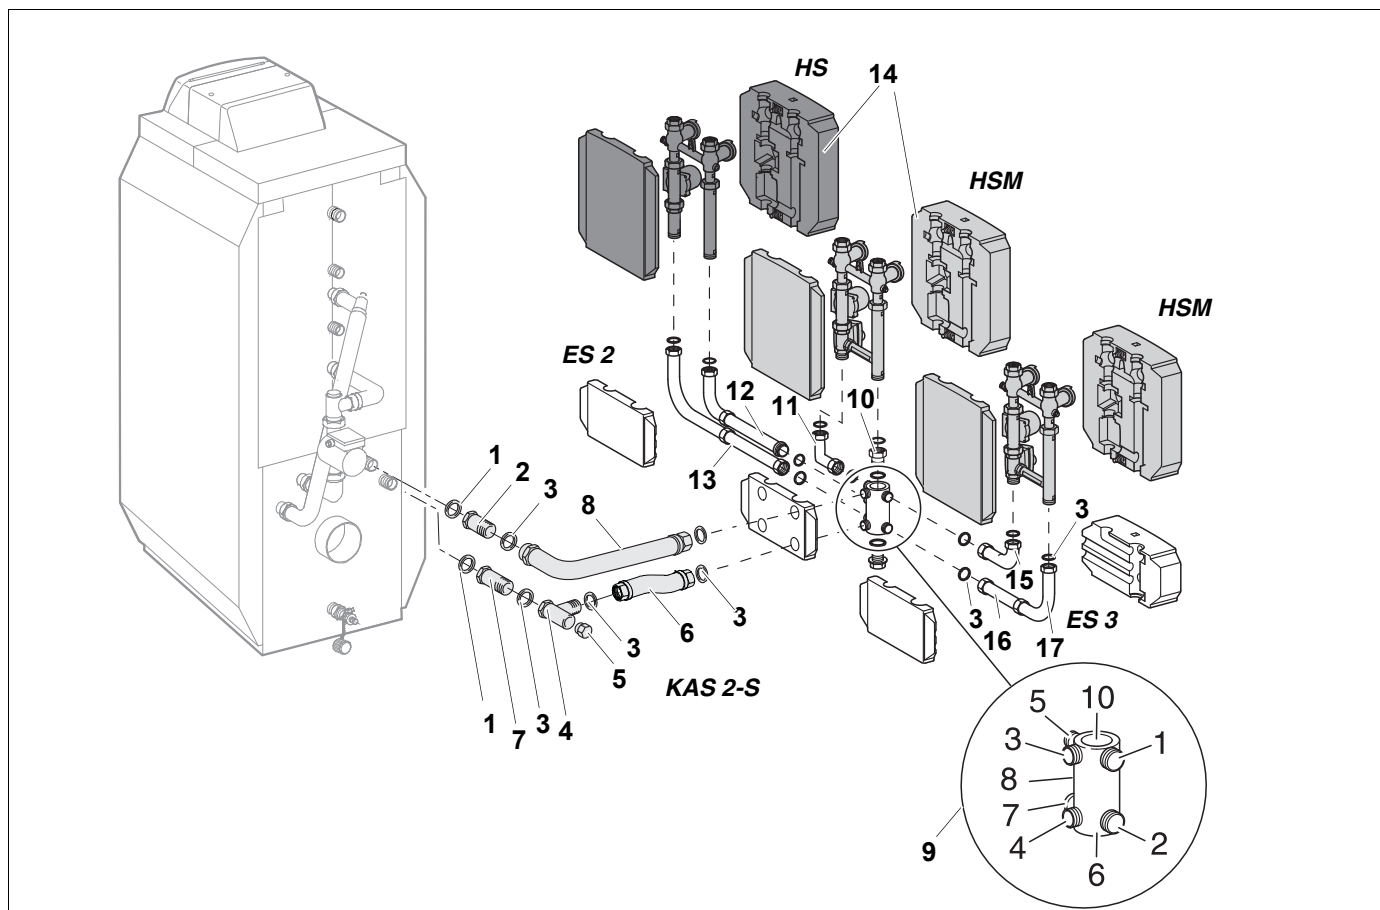

Рис.8 Монтаж KAS 2-S параллельно слева (S = сбоку)
- Приверните комплект подключения отопительного контура со смесителем (HSM) или без него (HS) в соответствии с рис. 8.